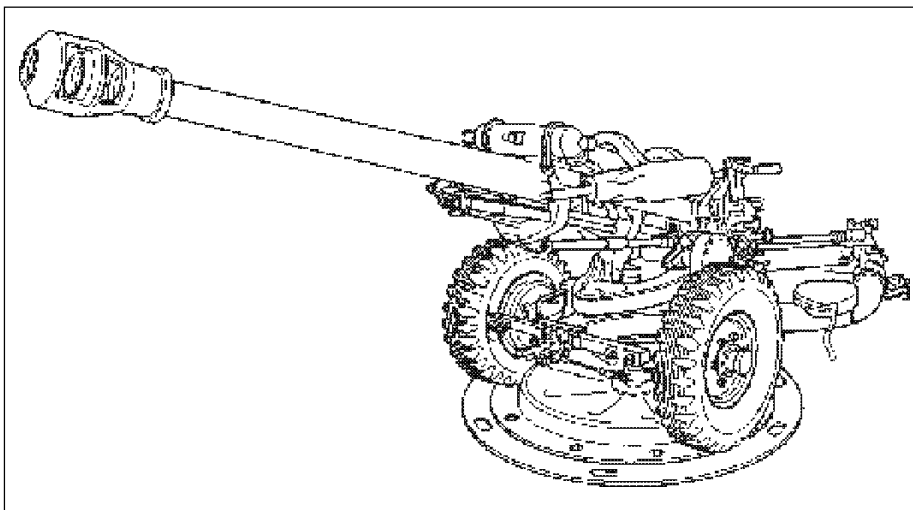

Fig 2-3. Peça em posição de tiro
b. Pessoal - Compreende uma guarnição, composta de 6 (seis) serventes, um motorista e um 2º ou 3º sargento chefe de peça (CP).
d. Peça em posição de tiro - É a posição em que o obuseiro tem a boca de fogo dirigida para a direção geral de tiro (DGT), estando a peça acionada. (Fig 2-3 e 2-4)